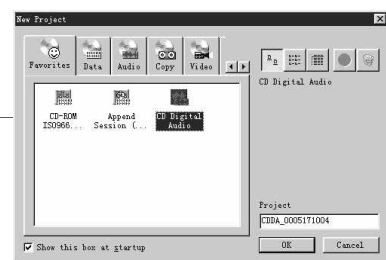

图12 选择“CD Digital Audio”选项
1. 启动WinOnCD。在“New Project”窗口中的“Favorites”标签下选择“CD Digital Audio”（图12），然后单击